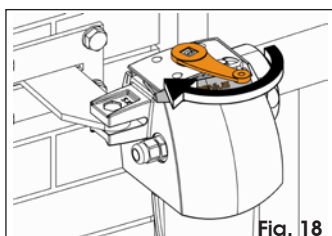

Fig. 18
3. Ruotare la chiave nella direzione della freccia (Fig. 18), la leva di sblocco si apre leggermente per facilitare la presa.